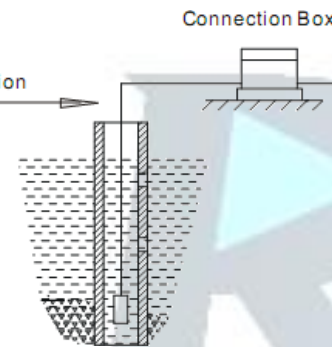

Fig 3
(8) Instalação em Água Corrente (por exemplo, canal do rio, área do reservatório, etc.). Os equipamentos para acalmar a água são necessários. Método um: Insira um tubo de aço no canal de água (veja a Fig. 3). O tubo de aço deve ser espesso o suficiente e muitos orifícios devem ser feitos em alturas diferentes no tubo para amortecer as ondas e eliminar a influência da pressão da água.